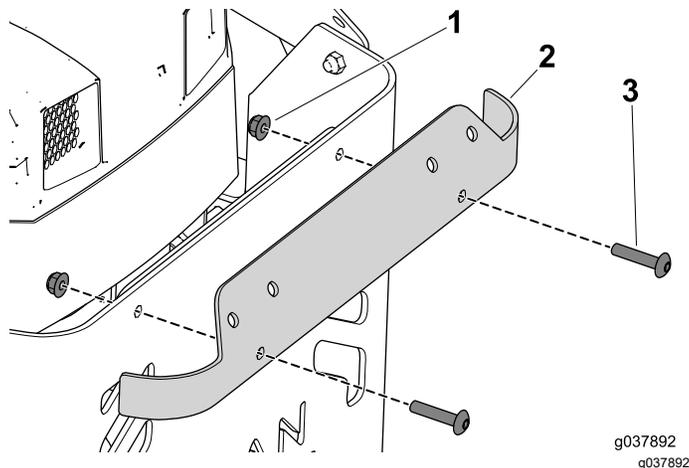

Figure 10
1. Retirez les boulons et écrous qui fixent la garniture supérieure à la machine (Figure 10).